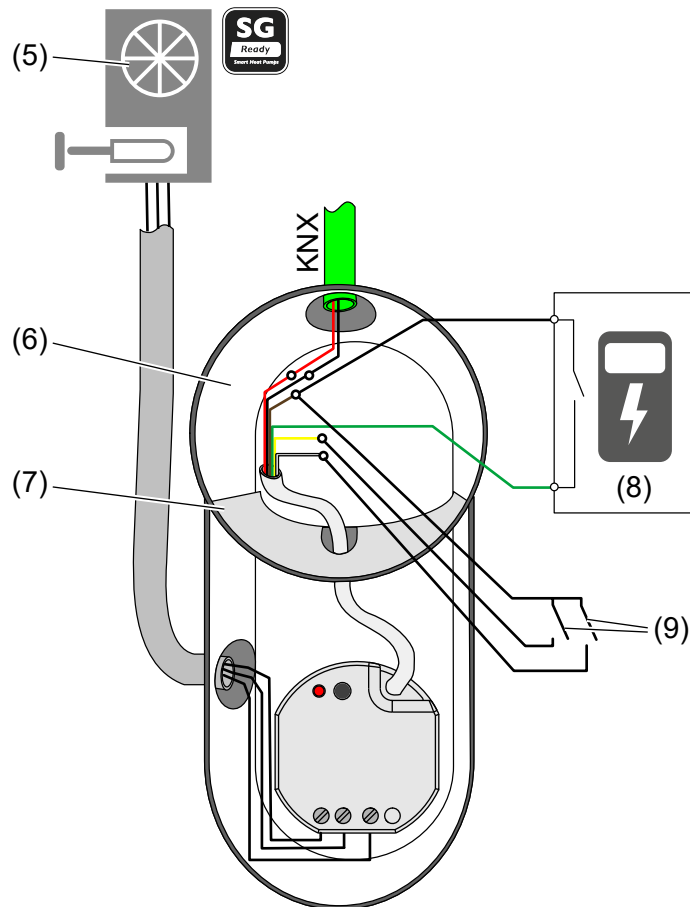
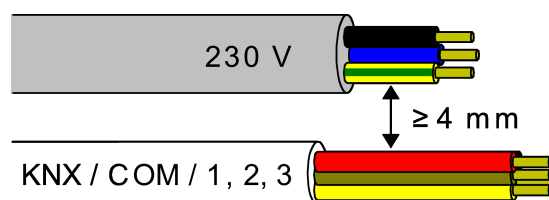

Bild 3: Montagebeispiel Anwendung 1
Bild 6: Leitungsabstand
Unterputzmontage in geeigneter Gerätedose (6) (Empfehlung: Elektronik-Gerätedose mit Trennwand (7)) mit geeigneter Abdeckung (siehe Bild 3). Leitungsführung und -abstand beachten (siehe Bild 6)!
- Gerät montieren (siehe Bild 3).